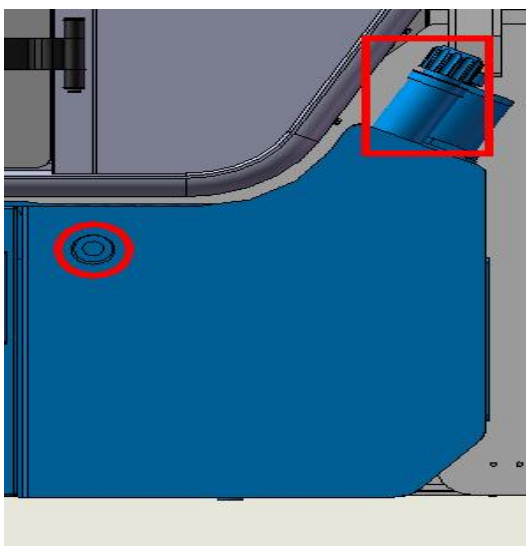

Рисунок 5-3
5.3.4.2 Уровень масла правильный, если он выше красной точки на смотровом окне (рисунок 5-3);